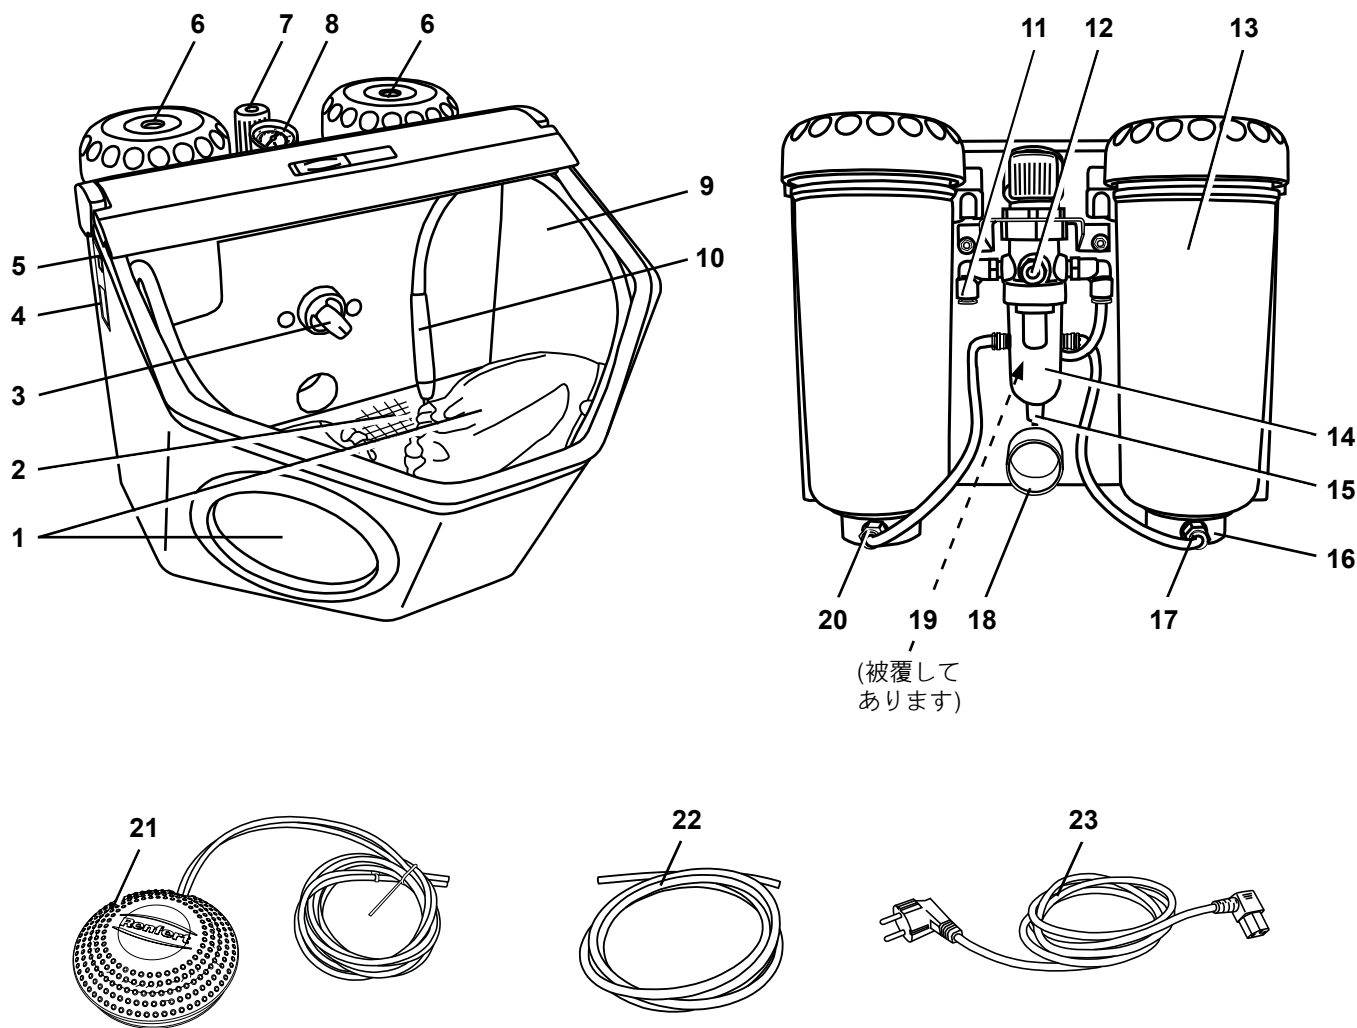

図 1
1層式：(20、図 1)
- ださい (3, 図 1) (2 タンク様式のみ)。
- フットスイッチの電源を入れてください (21, 図 1)。